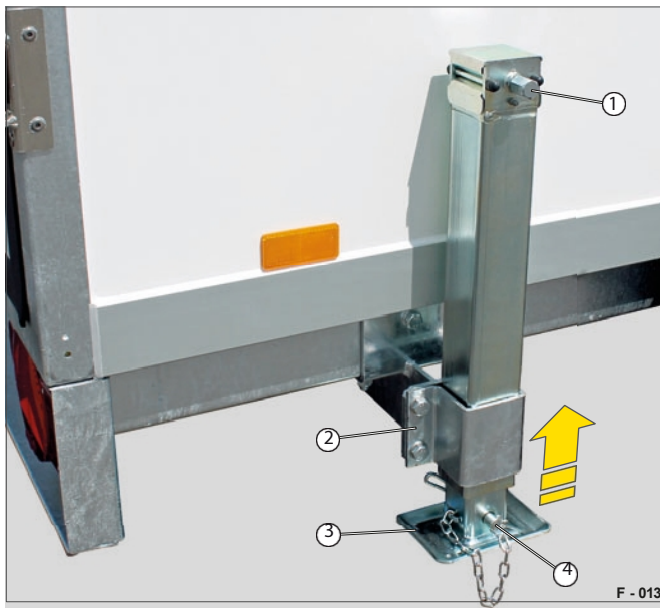

Fig. 12 Teleskopisk håndsvingstøtte i kørestilling
► Før du kører, skal du kontrollere, at nivelleringsfoden (fig. 12/3) på alle støtter er trukket helt ind og sikret med låsestiften og beslaget (fig. 7/4).
► Skub håndsvinget på håndsvingets fastgørelse (fig. 12/3).